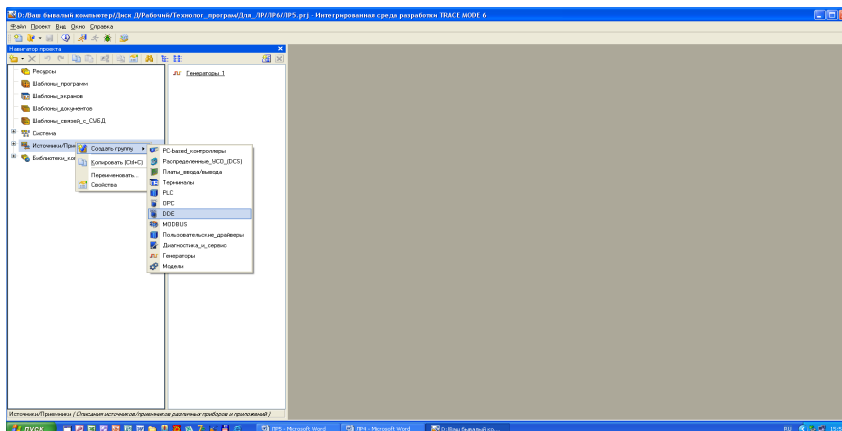

Рис. 2
4.2.1. У шарі **Джерела/Приймачі** створити нову групу **DDE** (рис.2).